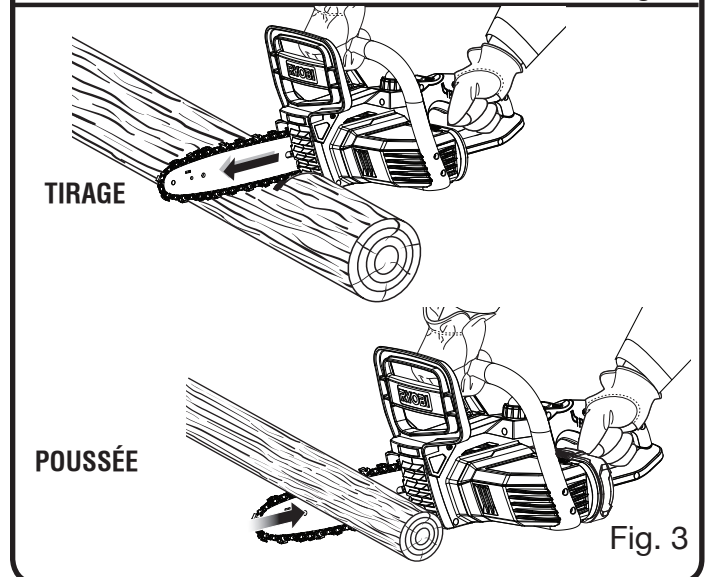

Fig. 3
- Poussée et traction – La force de réaction s'exerce toujours dans le sens opposé à la rotation de la chaîne, au point de contact avec le bois. Par conséquent, l'opérateur doit être prêt à contrôler la TIRAGE lorsque la coupe est effectuée avec le bas du guide et la POUSSÉE lorsque la coupe est effectuée avec le haut du guide. *Voir la figure 3.*